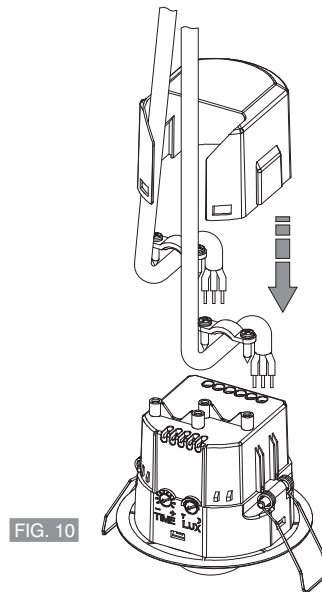

FIG. 10
- Atomille los prensacables y vuelva a colocar la tapa de los bornes (fig. 10).